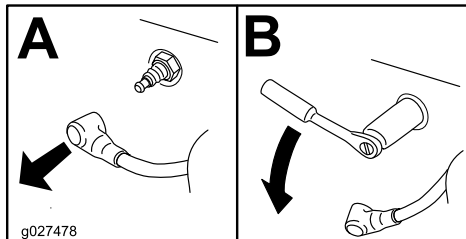

Figure 35
3. Localisez et déposez les bougies (Figure 35).